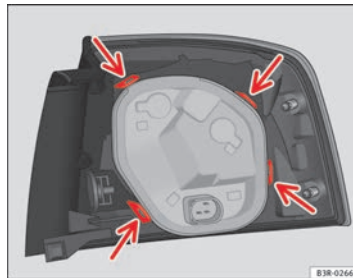

Fig. 229 Fissaggio del supporto lampade nel fanale di coda
- Accertarsi che le quattro linguette di fissaggio siano agganciate correttamente ⇒ pag. 292, fig. 229 -freccie-.